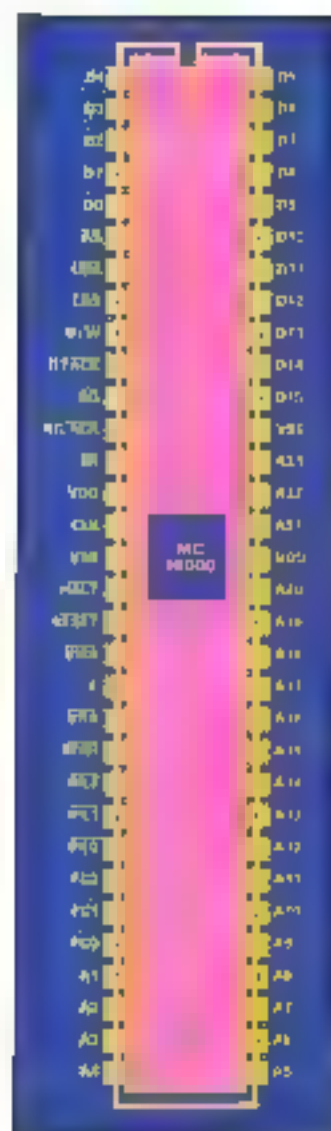

Fig. 1 - Le boîtier du 68000
effet, ce processeur est inclus dans un boîtier à 64 pattes (fig. 1), tout de même inhabituel en micro-informatique « classique », et qui peut dérouter au premier abord. Si nous jetons un œil sur un bus de données 16 bits (D0-D15), des signaux classiques (VMA, E, H, A1, R, B, S1...) on remarque tout de suite l'absence de fil d'adresse A0, le fil ne correspondant que les fils A1 à A23. Mais, lui de perdu, dit de retrouvés... s'applique à merveille si presque tous toujours des TDS, LDS, BGACK, BR, BEER, IPTU, 1, 2, FC0, FC1, FC2... qui n'ont plus d'équivalent en 8 bits. De plus, malgré le boîtier 64 pattes, aucune n'est marquée avec le réconfortant « NC » qui nous faisait dire avec simplisme: « Ouf, une patte de moins à interfacer! ». Non, ici nous avons 64 pattes qui correspondent à 64 signaux utiles. Mais, comme nous allons le voir, la puissance de ce circuit est telle que son interfacage est extrêmement simple (1). Ne languissons pas plus longtemps et étudions le brochage de ce composant d'excellence.